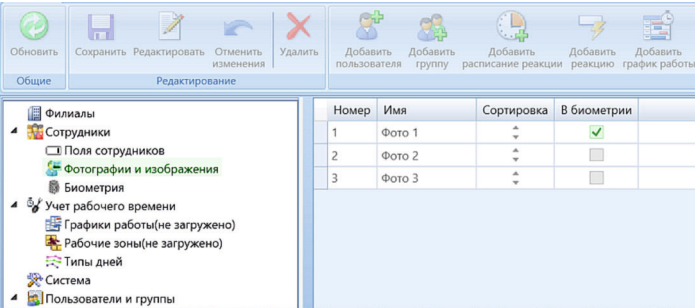

Рис. 12. Выбор эталонного фото сотрудника для распознавания
- 1. В разделе «Фотографии и изображения» через кнопку «Редактировать» отметьте флажком одно фото сотрудника, которое будет использоваться для распознавания лица (рис. 12). Отмечайте только одну фотографию.